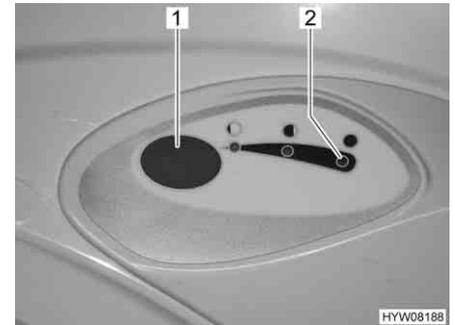

Fig. 196 Botón del inodoro/luz de control del inodoro Thetford
- Para lavar, pulsar el botón del inodoro azul (Fig. 196,1).
La luz de control (Fig. 196,2) se enciende cuando es necesario vaciar el depósito de aguas fecales.